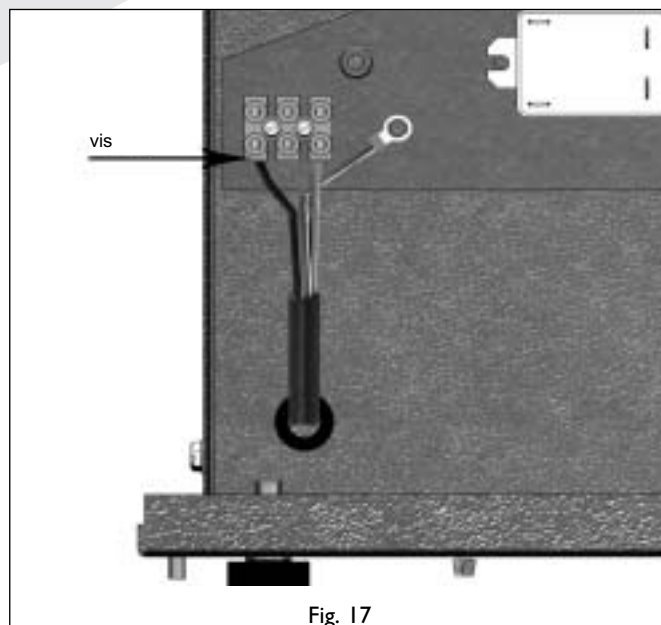

Fig. 17
- Sur l'appareil, déconnectez le câblage électrique du ventilateur de convection (voir la fig. 17).